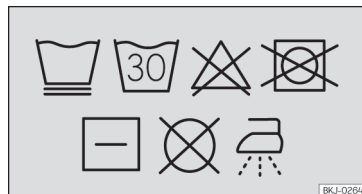

Fig. 125 Etiqueta en las fundas: símbolos de instrucciones de lavado
- Instrucciones de lavado de las fundas extraíbles »» fig. 125: